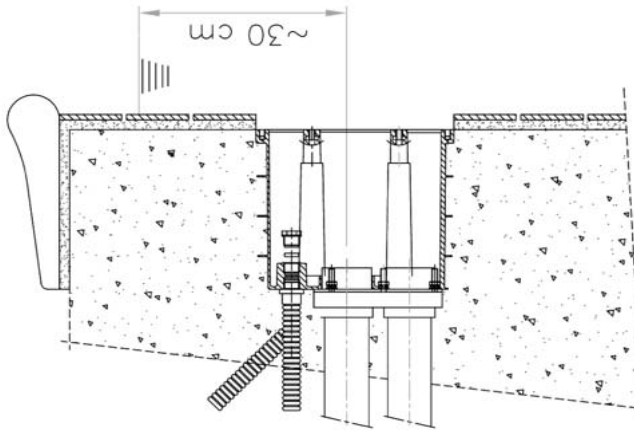

FIG. 3
2b Montagem equipamento com a bomba a distancia (Fig. 3)
Depois de construir a piscina, deve-se limpar bem a caixa de alojamento (36). O conjunto bocal impulsão fornece-se equipado com todos os elementos de ligação. Colocar a junta de estanqueidade (38) na falange de ligação e fixar bem as duas peças à caixa a partir do interior, por meio das 6 porcas M8 e anilhas, conforme se indica na (Fig. 3).
No caso de não ter acesso pela parte de trás, a estanqueidade das condutas de aspiração (14) e de manobra (22) far-se-á a partir de dentro da caixa, montaremos as 2 bucins PG16 (37), com as correspondentes juntas, sobre as condutas (14) e (22), passando-ás através dos orifícios bucins PG16 e dos tubos de protecção (Previamente montados na fase de instalação da caixa de alojamento, ver Fig. 3), a seguir, aproximaremos o conjunto bocal até fazer contacto com o tubo de impulsão (31), antes de fixar os bucins, faremos deslizar as duas condutas deixando o menor comprimento livre para poder fixar os bucins, com a finalidade de evitar que, ao meter totalmente o conjunto bocal impulsão dentro da caixa, as condutas (14) e (22) possam ficar dobradas. No extremo da conduta de aspiração (14) montar-se-á válvula aspiração de ar (20).